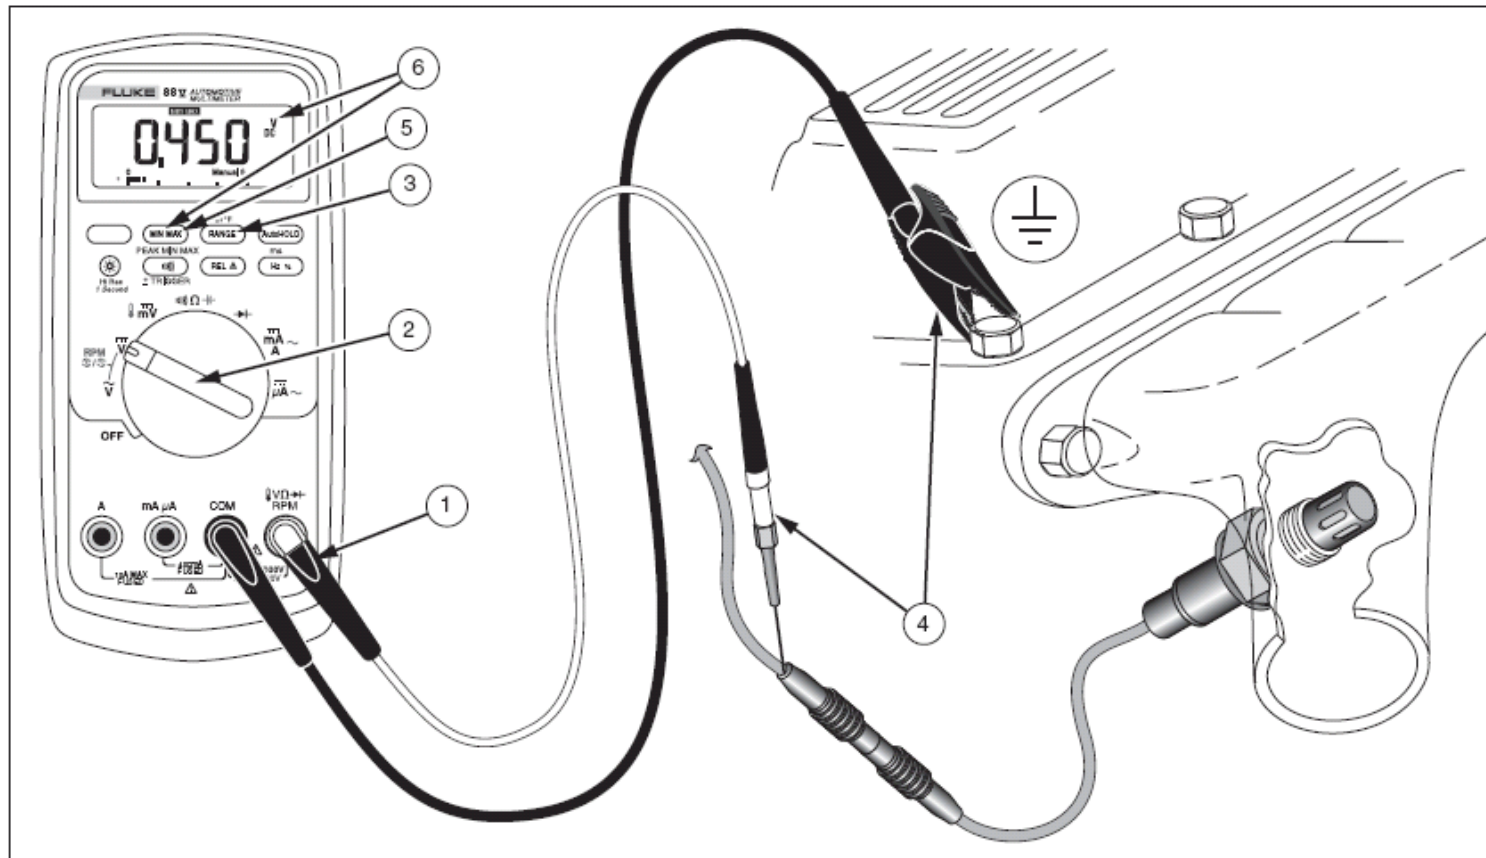

图 14.测量氧烟传感器的电压
1. 发动机熄火，如图 14 所示，把测试导线插入输入端子上。